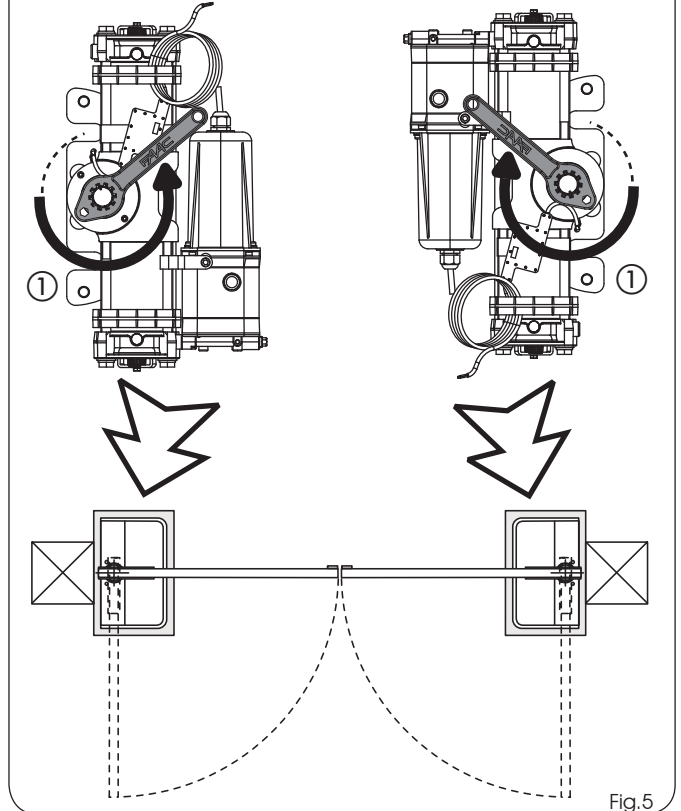

Fig.5
5) Tourner le pignon de l'opérateur avec la clé fournie en dotation (Fig.5 réf.①) dans le sens de la fermeture du portail jusqu'à atteindre la butée intérieure du piston et enlever la clé.